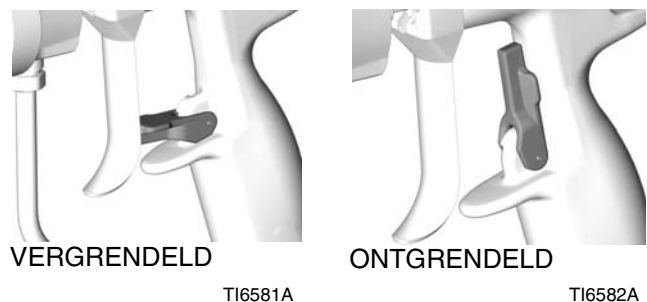

FIG. 12
1. Zet de trekker op de veiligheidspal. Zie FIG. 12.
4. Ontgrendel de veiligheidspal. Zie FIG. 12.
7. Zet de trekker op de veiligheidspal. Zie FIG. 12.